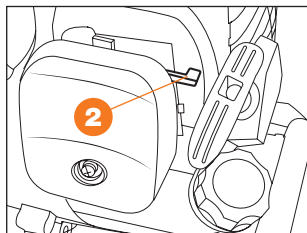

Рис. 15
- При запуске холодного двигателя закройте воздушную заслонку карбюратора. Для этого рычаг управления воздушной заслонкой **2** переведите в верхнее положение **ЗАКРЫТО** | \ | (Рис. 15). При запуске прогретого двигателя, заслонку не закрывайте.
- После того, как двигатель заведется дайте ему прогреться 5-10 сек. и переведите рычаг воздушной заслонки в положение **ОТКРЫТО** | + | (Рис. 15).